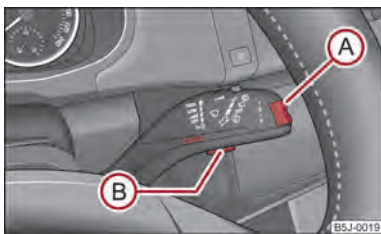

Fig. 6 Indicatorul multifuncțional: Elementele de comandă
Comutarea între cele două memorii se face de la tasta (B) ⇒ fig. 6 din maneta de acționare a ștergătoarelor.
Tasta basculantă **A** și tasta **B** se găsesc în maneta de acționare a ștergătoarelor de parbriz ⇒ fig. 6.
Dacă temperatura exterioară scade sub +4 °C, în fața indicatorului de temperatură apare simbolul unui fulg de zăpadă (simbol de avertizare a poleiului), care clipește 10 secunde și apoi rămâne fix împreună cu temperatura exterioară. Simultan se va emite un semnal acustic. După apăsarea tastei basculante **A** de la maneta de acționare a ștergătoarelor ⇒ fig. 6, se afișează funcția care a fost afișată ultima dată.
Pe ecran apare durata de deplasare de la ultima ștergere a memoriei ⇒ pagina 14. Dacă doriți să determinați durata de deplasare de la un anumit moment, ștergeți memoria apăsând tasta **B** ⇒ fig. 6.
Dacă vreți să determinați consumul mediu de combustibil într-un anumit interval de timp, trebuie să ștergeți memoria cu ajutorul tastei **(B)** de la maneta de acționare a ștergătoarelor ⇒ fig. 6. După ștergere, în primii 300 metri, pe afișaj se vor afișa linii.
Pe afișaj apare distanța parcursă de la ultima ștergere a memoriei ⇒ pagina 14. Dacă doriți să determinați kilometri parcurși de la un moment dat, ștergeți memoria în momentul în care doriți să înceapă calcularea; ștergerea memoriei se face de la tasta **(B)** de la maneta de acționare a ștergătoarelor ⇒ fig. 6.
Pe afișaj apare viteza medie în km/h de la ultima ștergere a memoriei ⇒ pagina 14. Dacă doriți să determinați viteza medie într-un anumit interval de timp, trebuie să ștergeți memoria la începutul unei noi măsurări, cu ajutorul tastei **(B)** de la maneta de acționare a ștergătoarelor ⇒ fig. 6.
- Selectați punctul de meniu **Warnung bei Geschwindigkeitsüberschreitung** (avertizare la depășirea vitezei), de la tasta **(A)** ⇒ fig. 6.